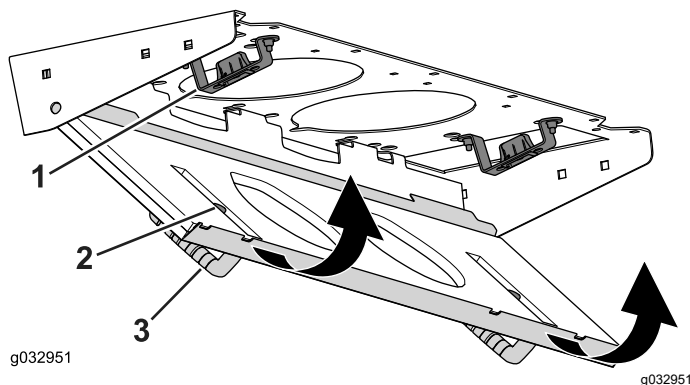

Figura 96
4. Gire la rejilla del filtro sobre las pestañas hasta que el cierre se enganche en el soporte (Figura 96).